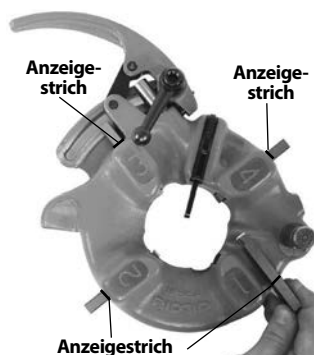

Abbildung 12 – Einsetzen der Schneidbacken
6. Die entsprechenden Schneidbacken in den Schneidkopf einsetzen, mit der nummerierten Kante nach oben, bis der Anzeigestrich bündig mit der Kante des Schneidkopfs ist (siehe Abbildung 12). Die Zahlen auf den Schneidbacken müssen denen an den Schlitzen des Schneidkopfs entsprechen. Wechseln Sie Schneidbacken immer als Satz – Schneidbacken aus verschiedenen Sätzen nicht mischen.